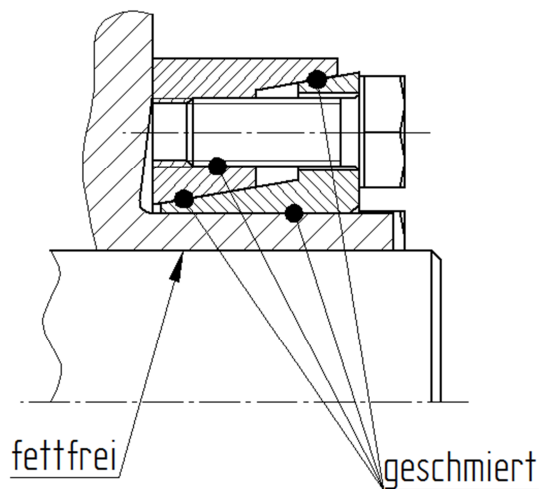

Bild 3) Kontaktflächen
Verschmutzte oder gebrauchte Außenspannsätze sind vor dem Einbau zu demontieren und zu reinigen. Anschließend sind nur die Konusflächen und Gewinde mit Molykote Mo S₂ zu fetten (siehe Bild 3). Zum Nachschmieren z.B. Mehrzweckfett Molykote G Rapid plus verwenden.
- ü Kontaktflächen von Welle und Nabenbohrung (Hohlwelle innen) dürfen nicht gefettet oder geölt werden (siehe Bild 3).